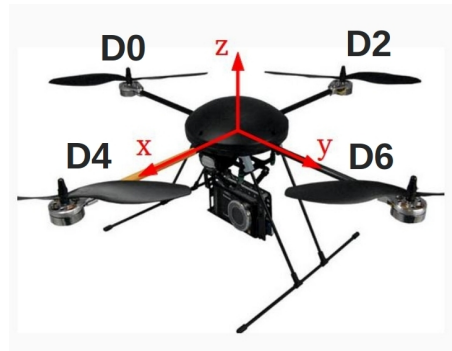

Figura 1.9: correspondencias
- La correspondencia entre las direcciones y los motores se muestra en la figura 1.9. Mirando el cuadricóptero desde arriba, el motor con dirección 0xD0 es el de la derecha, el motor con dirección 0xD6 el de la izquierda, el 0xD4 el de adelante y el 0xD2 el de atrás.